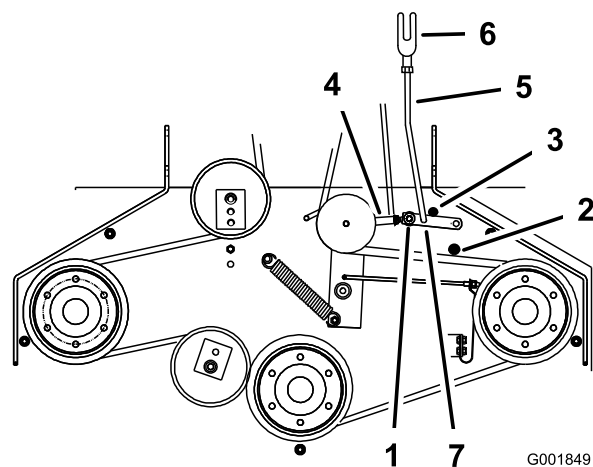

Figure 50
8. Pour ajuster la biellette du bras d'assistance, enlevez la goupille fendue du bras d'assistance (Figure 50).
11. Installez la biellette dans le bras d'assistance et fixez-la avec la goupille fendue (Figure 50).
5. Vérifiez que le bras d'assistance est en appui contre la butée arrière sur le plateau de coupe (Figure 50).
7. Le bras d'assistance doit toucher la butée avant sur le plancher. Dans le cas contraire, réglez le levier coudé pour le rapprocher du renfort (Figure 50).